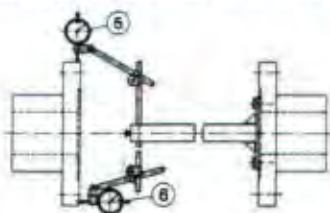

FIG. 8
C - Per GIUNTI CON ALBERO FLOTTANTE MONTAGGIO C - (mozz rigidi sugli alberi delle macchine da collegare). Controllare il parallelismo degli alberi servendosi di un comparatore centesimale posizionato come ⑥ in FIG. 8. Controllare la coassialità degli alberi servendosi di un comparatore centesimale posizionato come ⑤ in FIG. 8. Detti $\Delta a'$ e $\Delta p'$ i valori riscontrati rispettivamente per il disallineamento angolare e parallelo, riportare sul diagramma:
C - For GEAR COUPLINGS WITH FLOATING SHAFT - C ASSEMBLY (rigid hubs on the shafts of the machines to be connected). Check the parallelism of the shafts using a dial gauge positioned as ⑥ in FIG. 8. Check the coaxiality of the shafts using a dial gauge positioned as ⑤ in FIG. 8. Indicating with $\Delta a'$ and $\Delta p'$ the angular and parallel misalignment values enter the diagram with: